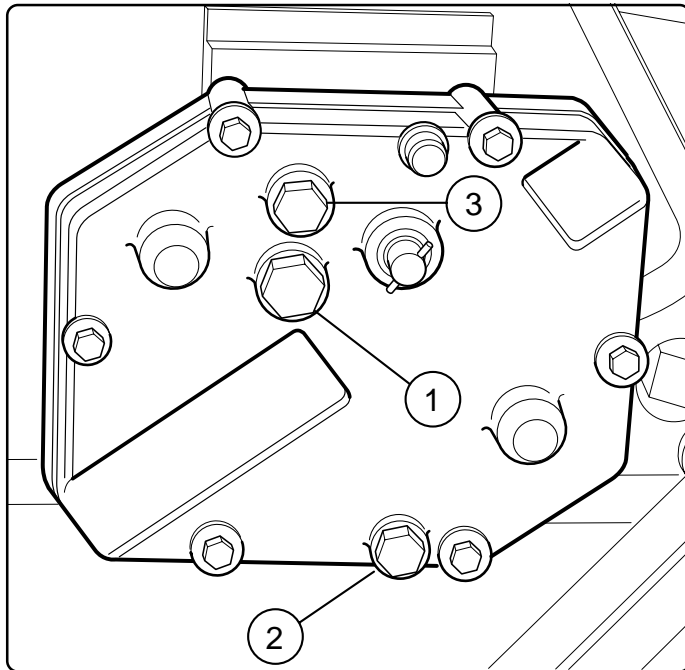

Fig. 35
- Verificare il livello di olio nella scatola cambio, eventualmente ripristinarlo fino al livello (1 Fig. 35). Nell'eseguire il ripristino, è consigliabile usare lo stesso tipo di olio (ACER 22).
- tappo scarico olio, 2 Fig. 35;
- tappo carico olio, 3 Fig. 35.
- oil drainage plug, 2 Fig. 35;
- oil filling plug, 3 Fig. 35.
- Ölablaufstutzen, 2 Abb. 35;
- Öleinfüllstutzen, 3 Abb. 35.
- bouchon vidange huile, 2 Fig. 35;
- bouchon remplissage huile, 3 Fig. 35.
- Tapón de desagüe del aceite, 2 Fig. 35;
- Tapón de carga del aceite, 3 Fig. 35.